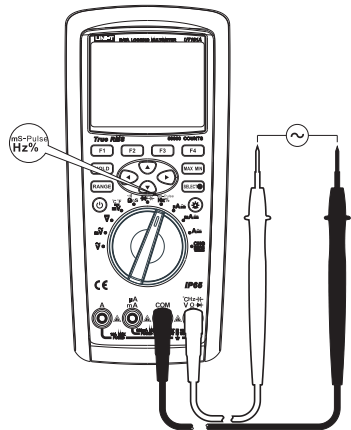

图11
- 2) 将仪表的旋钮开关转到“Hz% ms-Pulse”测量档, 按SELECT键选择频率测量档Hz或占空比%或脉冲宽度ms-Pulse, 如图11, 将表笔并联到待测信号源上。